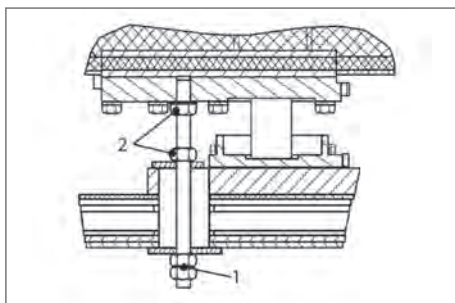

Fig. 78
1. Suelte las tuercas (Fig. 78 | 1) de la varilla roscada que está localizada bajo el bastidor del tanque.
2. Suelte la tuerca de la parte superior (Fig. 78 | 2) entre el Palletank® y el bastidor del tanque.